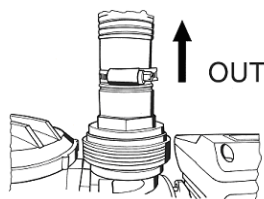
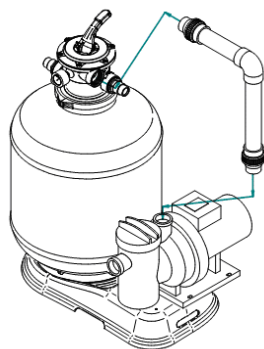
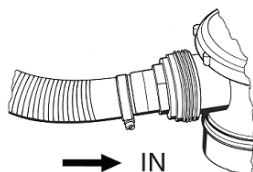
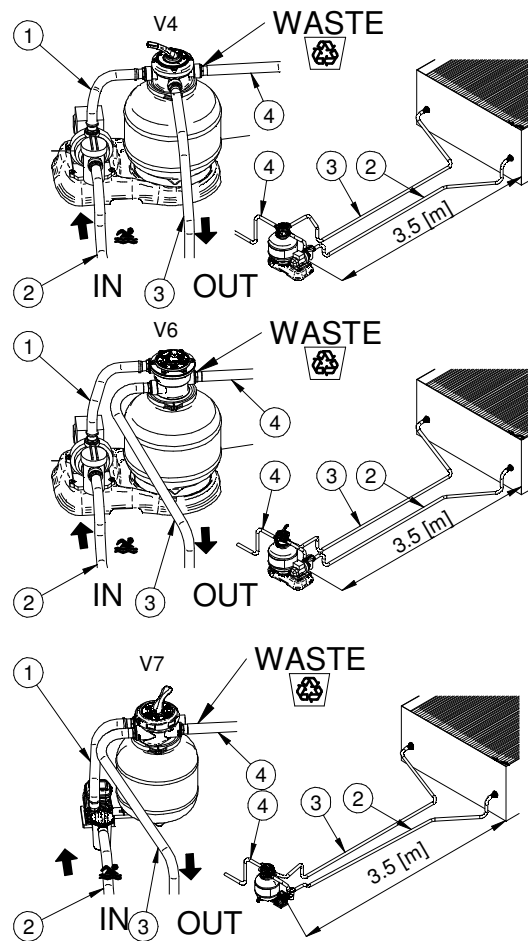

Fig. 27
Fig. 28
Fig. 29
Fig. 30
1. **Druckanschluß** (Fig. 30, # 1): verbinden Sie die *Filterpumpe* (*auslass* Fig. 27, OUT) zum *multifunktionelles ventil* (**PUMP**) mit den gewölbten Rohren oder dem steifen Anschluß (Fig. 28).
2. **Skimmerleitung** (Fig. 30, # 2): Verbindung vom *skimmeranschluss* zum vorderen Anschluss an der *Filterpumpe* (*ansaugung* Fig. 29, IN).
3. **Retourleitung** (Fig. 30, # 3): Verbindung vom Anschluss am 4- bzw. 6-Wege-*multifunktionelles ventil* mit der Bezeichnung **RETURN/POOL**, zum Anschluss an der Einströmdüse des *Schwimmbekens*. Fixieren Sie alle Anschlüsse mit Schlauchklemmen (*hydraulikkomponenten*).
4. **Rückspüleleitung** (Fig. 30, # 4): zu benutzen bei Rückspülfunktion (**BACKWASH**), wobei das schmutzige Wasser in einen Kanal geleitet wird. Die Anschlüsse erfolgen mit speziellen Schwimmbadschläuchen und Schlauchklemmen (*hydraulikkomponenten*).